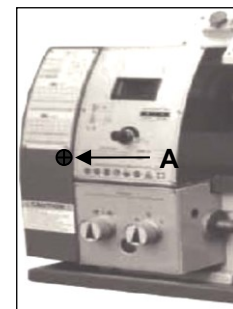

fig. 17
Desserrez la vis de fixation située sur le devant de la poupée fixe (A, fig. 17) et faites pivoter le couvercle de protection sur le côté.
2. Desserrez la vis de fixation située sur le devant de la poupée fixe (A, comme dans la fig. 17) et faites pivoter le couvercle de protection sur le côté.